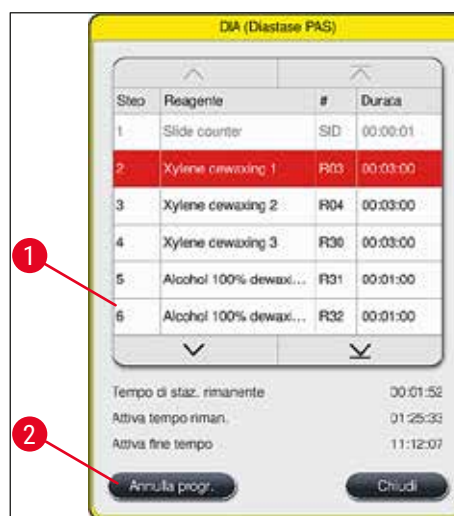

Fig. 92
2. Compare un elenco degli step programma (→ "Fig. 92"); lo step attuale è contrassegnato in rosso (→ "Fig. 92-1").